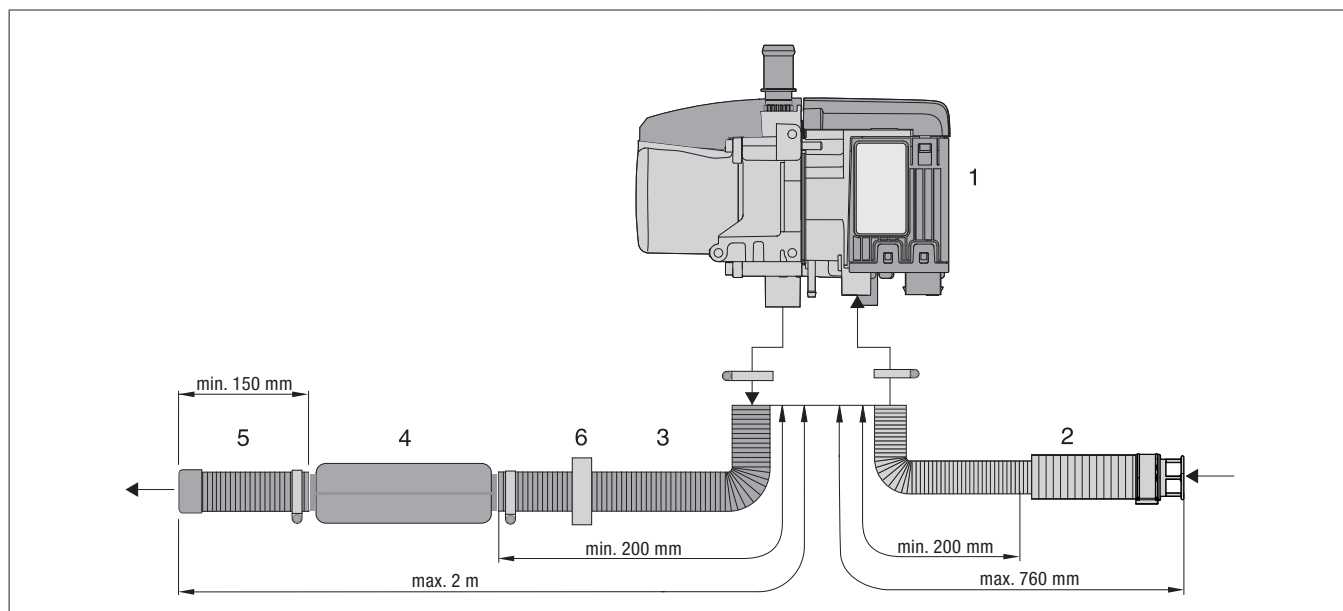

Bild 18
- Das flexible Rohr vom Verbrennungsluftansaugerschalldämpfer am Verbrennungsluftstutzen des Heizgerätes aufstecken und mit einer Schraubschelle (Anziehdrehmoment $3^{+0,5}$ Nm) befestigen, siehe Bild 18.